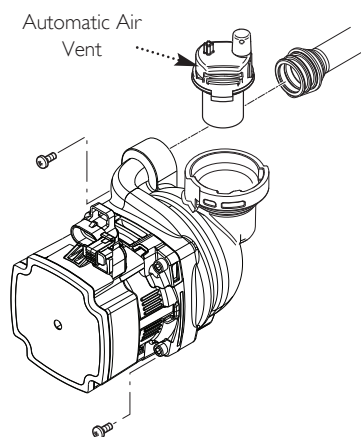

Fig. 58
13.15 Pump - Complete (Fig. 58)
13.16 Automatic Air Vent (Fig. 58)